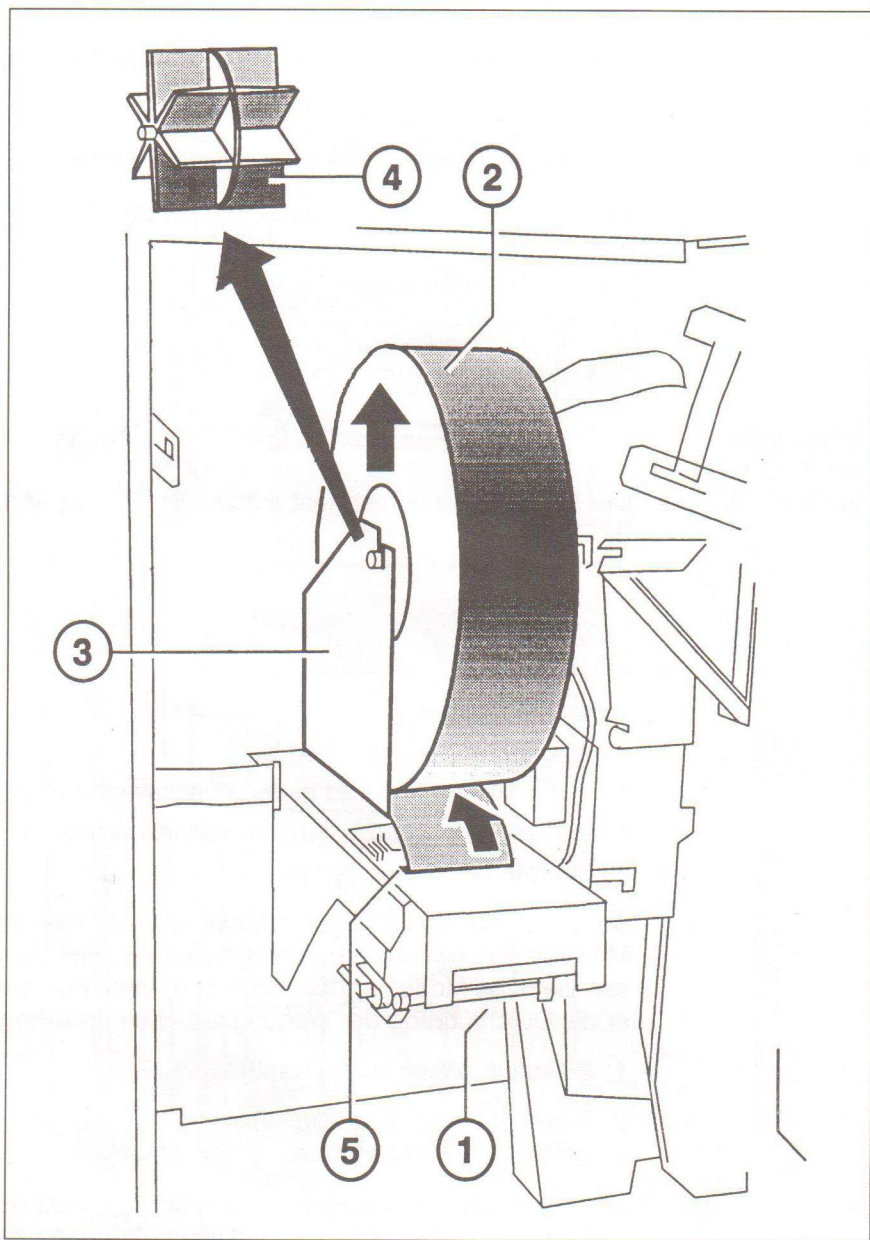

Abb. 8: Papierrollenwechsel
2. Spannhebel ① am Drucker nach hinten drücken und restliches Papier nach oben herausziehen.
3. Papierrolle ② aus der Halterung ③ nehmen.
4. Rollenspule ④ aus der alten Rolle entnehmen und in neue Rolle einlegen.
6. Neue Rolle mit Rollenspule in richtiger Lage (wie in Abb. 8 dargestellt) in Halterung einsetzen.
7. Spannhebel ① nach hinten drücken und Papier in Führungsschlitz des Druckers ⑤ schieben, bis ein kleines Stück unten am Abschnneider herausragt.
8. Spannhebel ① wieder loslassen.